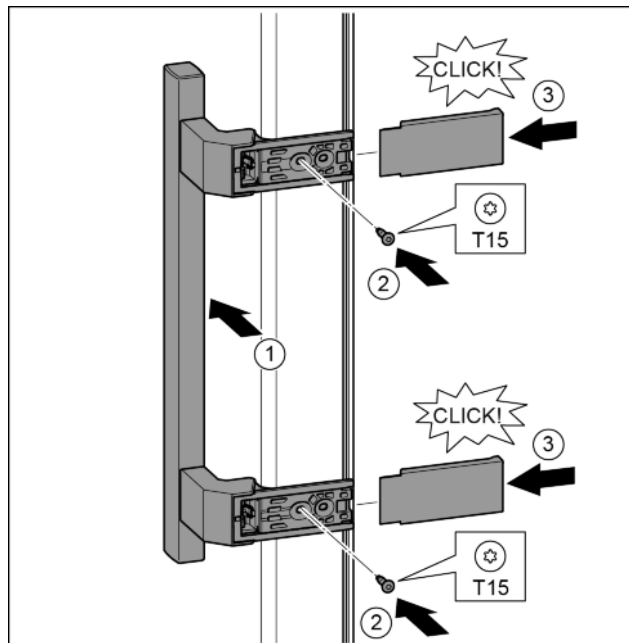

Fig. 34
- ▶ A fogantyút az ellenkező oldalon helyezze fel. Fig. 34 (1)
- ▶ Húzza meg a csavarokat a T15 csavarhúzóval. Fig. 34 (2)
- ▶ A fedelet helyezze fel oldalra és tolja fel. Fig. 34 (3)